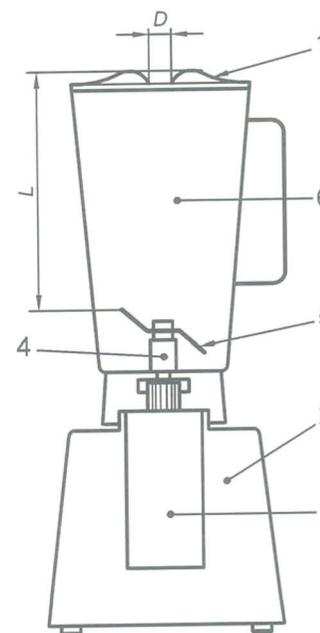

Fig. 1
- distanze di sicurezza  $L \geq 120$  mm e  $D \leq 52$  mm (Fig. 1);